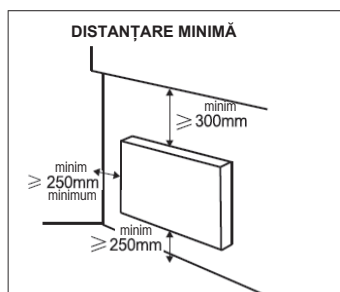

FIG 1
- Respectați distanțele minime conform indicațiilor din Fig. 1.